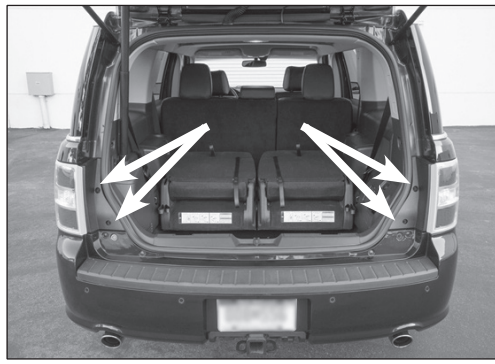

Fig. 1
2. Open the tailgate of the vehicle and remove the two 8mm bolts securing the tail light assemblies on each side. Carefully pry the tail light housings away from the vehicle, taking care not to damage the alignment tabs (Fig. 1).
2. Abra la puerta trasera del vehículo y quite los dos tornillos que fijan los conjuntos de 8 mm de luz de cola en cada lado. Haga palanca con cuidado las carcasas luz trasera lejos del vehículo, teniendo cuidado de no dañar las lengüetas de alineación (Fig. 1).
2. Ouvrir le hayon du véhicule et enlever les deux boulons de fixation 8mm les ensembles de feux arrière de chaque côté. Retirez délicatement les boîtiers des feux arrière loin du véhicule, en prenant soin de ne pas endommager les languettes d'alignement (Fig. 1).